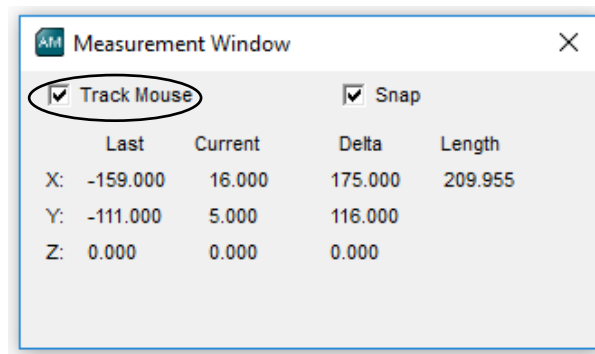

Abbildung 3.8: Das „Measurement Window“ Fenster
Schritt 3: Im Arbeitsbereichsfenster das Messwerkzeug (siehe Abbildung 3.8) anklicken. Das „Measurement Window“ öffnet sich.